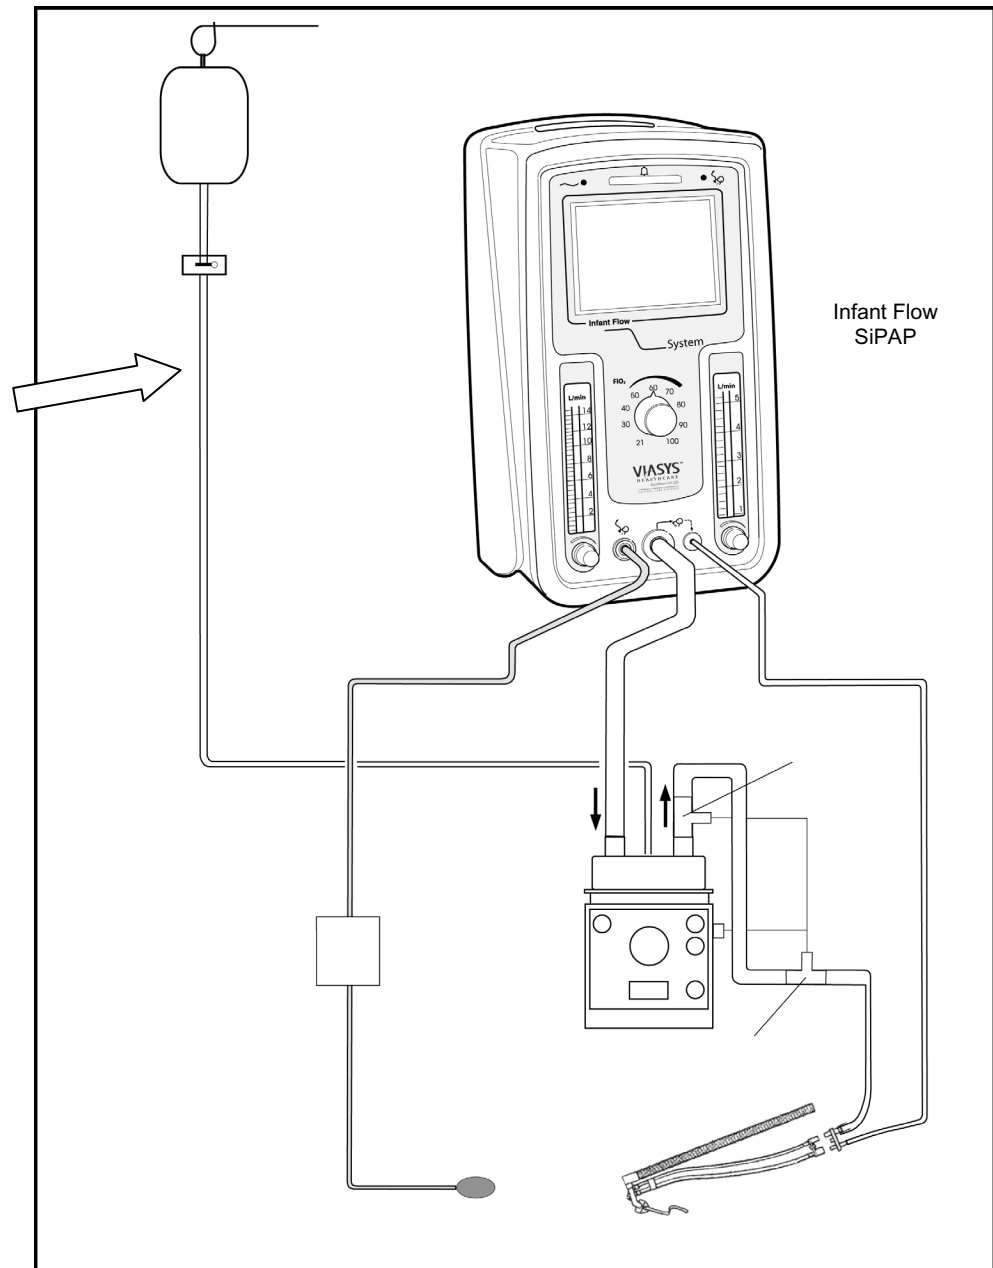

Рисунок 3. Устройство управления в сборе с контуром пациента и увлажнителем
1. Подключите блок преобразователя к разъему на передней панели устройства управления (рис. 3).
1. Соберите контур пациента и генератор согласно рис. 3.
1. Подключите необходимые источники воздуха и O2. Подключите кабель питания к соответствующей сетевой розетке переменного тока. Подсоедините контур пациента, генератор и интерфейс пациента (канюлю или маску) согласно рис. 3. Заблокируйте отверстие линии, идущей к пациенту.